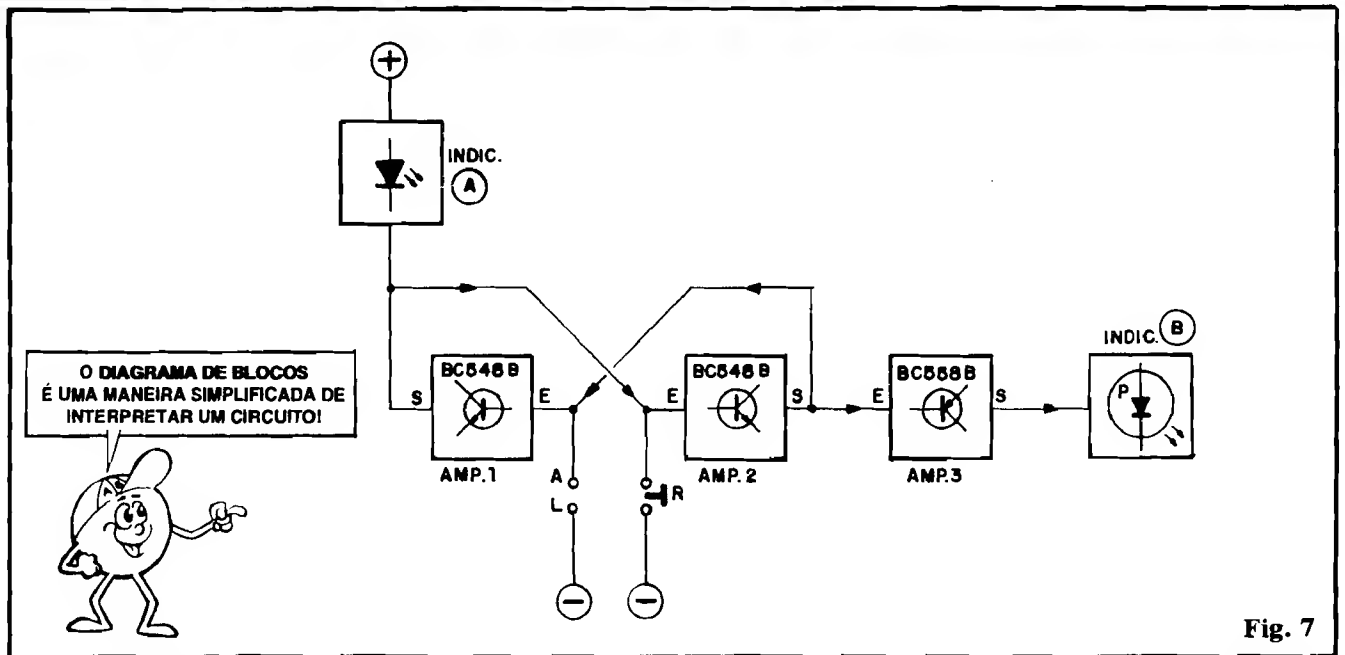

Fig. 7
- **FIG. 7** - Diagrama de blocos do circuito do JOGO DA MÃO BOA. Basicamente são três transístores, cada um em função amplificadora simples, com todo o “segredo” resultando do inteligente “entrelaçamento” desses três amplificadores... Os dois amplificadores formados pelos BC548B (AMP. 1 e AMP. 2) estão em ligação “cruzada”, com a Entrada “E” de uma ligada à Saída “S” do outro, e vice-versa. Com isso temos um arranjo tecnicamente chamado de **BIESTÁVEL**, justamente porque o conjunto apresenta apenas **dois estados estáveis**, e nenhuma condição “intermediária” entre tais estados: se o AMP. 1 está “a mil”, o AMP. 2 está “a zero”, e vice-versa, uma vez que os arranjos, em **emissor comum**, são naturalmente **inversores** de polaridade ou fase do sinal ou condição aplicada à sua entrada (ver parte teórica da presente “Aula”...). Para “inverter” quaisquer dos dois estados **ESTÁVEIS** do conjunto, temos que aplicar uma forte “contra-polarização” externa, “zerando”